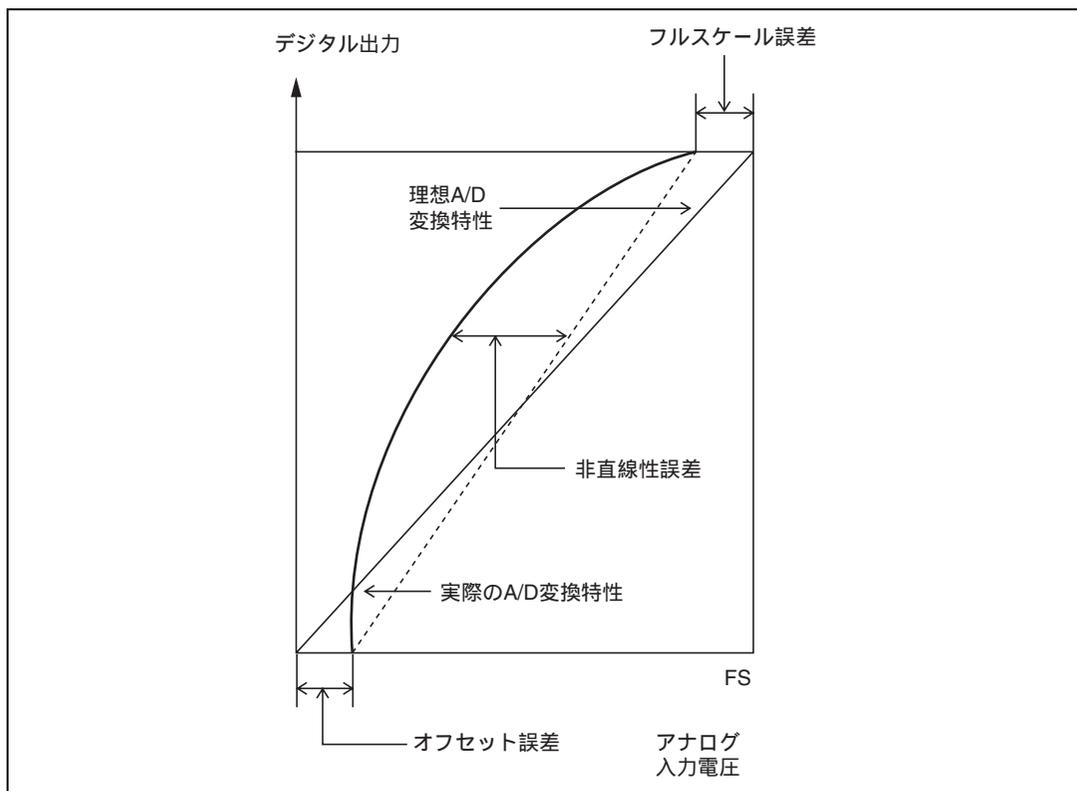

図 15.10 A/D 変換精度の定義 (2)
- オフセット誤差.....デジタル出力が最小電圧値 0000000000 から 0000000001 に変化するときのアナログ入力電圧値の理想 A/D 変換特性からの偏差 (図 15.10)。
- フルスケール誤差...デジタル出力が 1111111110 から 1111111111 に変化するときのアナログ入力電圧値の理想 A/D 変換特性からの偏差 (図 15.10)。